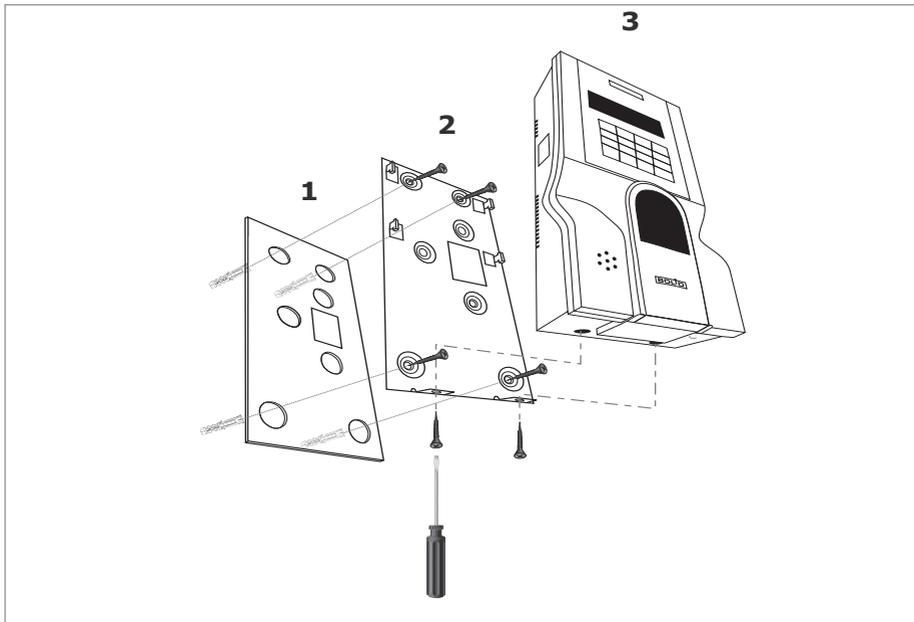

Рисунок 9. Последовательность монтажа контроллера «С2000-BIOAccess-F8»
5. Установите в отверстия дюбеля и закрепите шурупами кронштейн контроллера, подложив под него резиновую прокладку (см. рис. 9, 10).